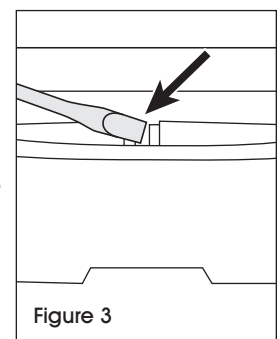

Figure 3
- If staples are present, insert a flat head screw driver or stiff paperclip into the opening. Position screw driver at the bottom of the slot and push the staples upward to remove. (See Figure 3)
- If staples are not present, insert a flat head screw driver or stiff paperclip into the opening. Position screw driver at the top of the slot and push downward to release the stuck staple driver. You will hear a loud sound as the staple driver moves back into the proper position. (See Figure 3)
- Si des agrafes y sont présentes, insérez un tournevis à tête plate ou un trombone rigide dans l'ouverture. Placez le tournevis au bas de la fente et poussez les agrafes vers le haut pour les retirer. (Voir Figure 3)
- Si des agrafes n'y sont pas présentes, insérez un tournevis à tête plate ou un trombone rigide dans l'ouverture. Placez le tournevis en haut de la fente et poussez vers le bas pour libérer l'élément de poussée coincé. L'agrafeuse émettra un signal sonore élevé pendant le réajustement en position de l'élément de poussée. (Voir Figure 3)